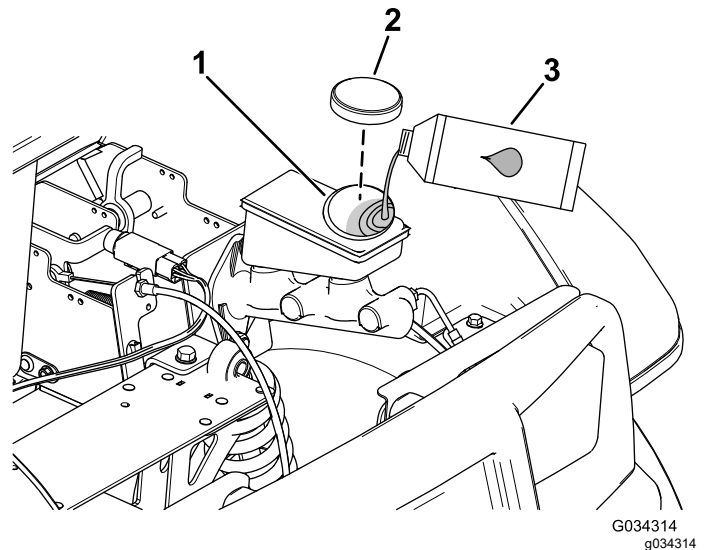

Figure 57
2. Soulevez le capot pour accéder au maître-cylindre de frein et au réservoir (Figure 57).
- A. Nettoyez la surface autour du bouchon du réservoir et enlevez le bouchon (Figure 57).
- C. Remettez le bouchon du réservoir (Figure 57).